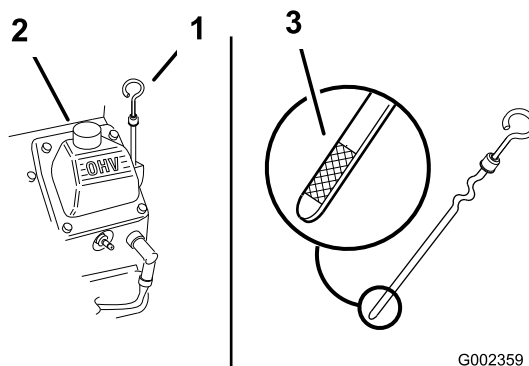

Bild 152
1. Reinigen Sie den Bereich um den Öleinfüllstutzendeckel und den Peilstab (Bild 152).